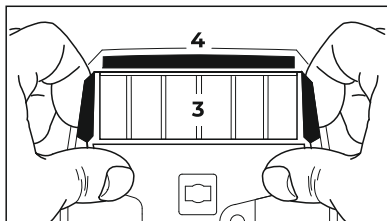

Рис. 68
- Воздушный фильтр (рис. 68, поз. 3) указательным пальцем поднять по направлению задней рукоятки, при этом большой палец упирается в корпус – снять воздушный фильтр.
- Вынуть задвижку (рис. 68, поз. 4).